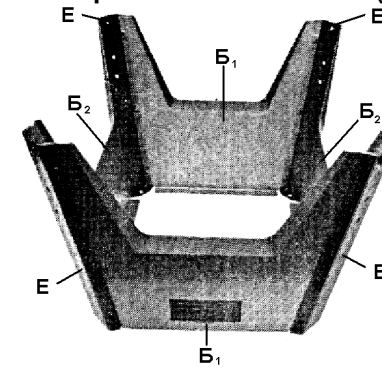

Рис. 3
8.1.2. Сборное основание соедините с помощью стоек (Е), Рис.3.